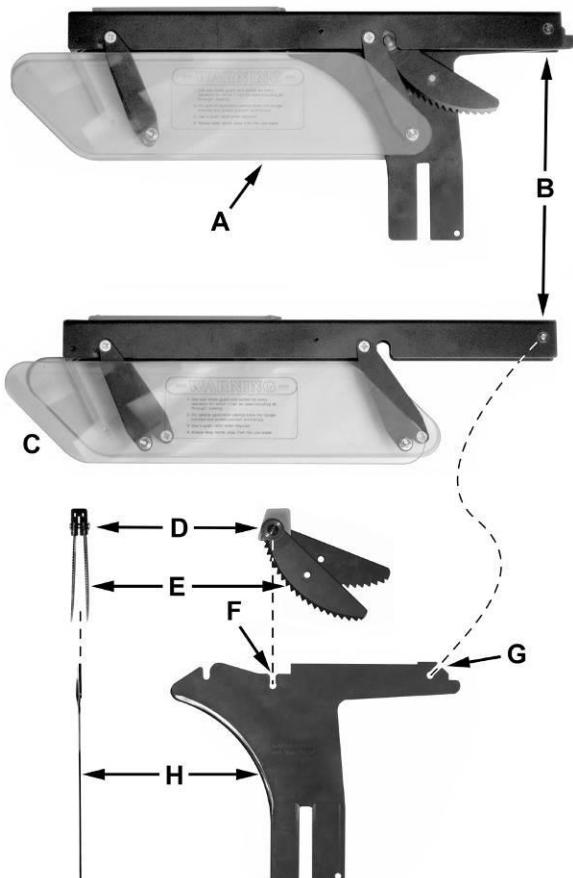

Рис. 7
Описание. См. Рис. 7:
Расклинивающий нож в сборе с защитным ограждением пильного диска показан на Рис. 7, А. Перед установкой этого узла на станок необходимо сначала снять с расклинивающего ножа (H) противоударные фиксаторы (E):
1. Нажав и удерживая кнопку быстрого расцепления (D) на основании противоударных фиксаторов (E), поднимите их и снимите с расклинивающего ножа (H).
См. Рис. 7:
- Снимите защитное ограждение пильного диска и противоударные фиксаторы (C, E, Рис. 7).